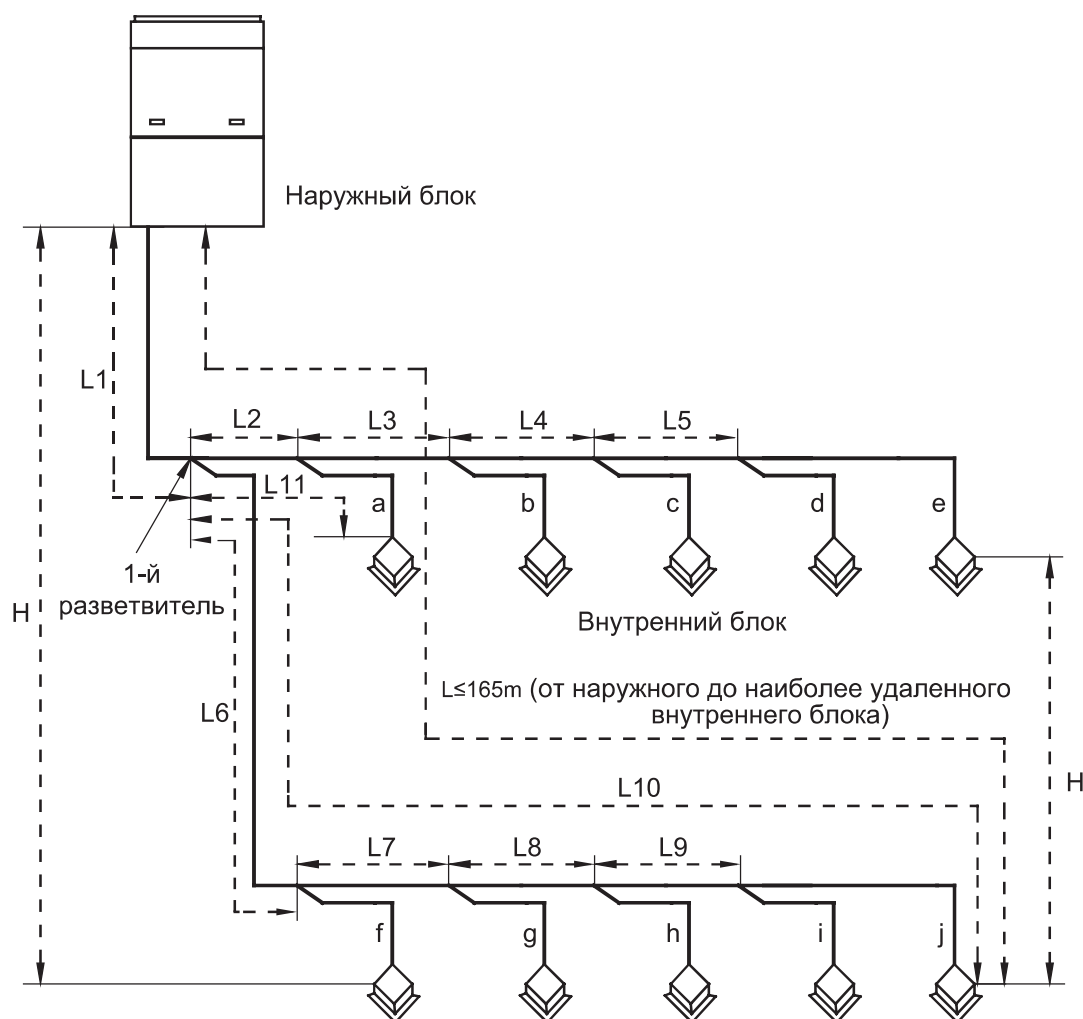

Рис. 7.1.
7.1. На рис. 7.1. и в таблице 7.1. указаны допустимые параметры фреоновой трассы системы.